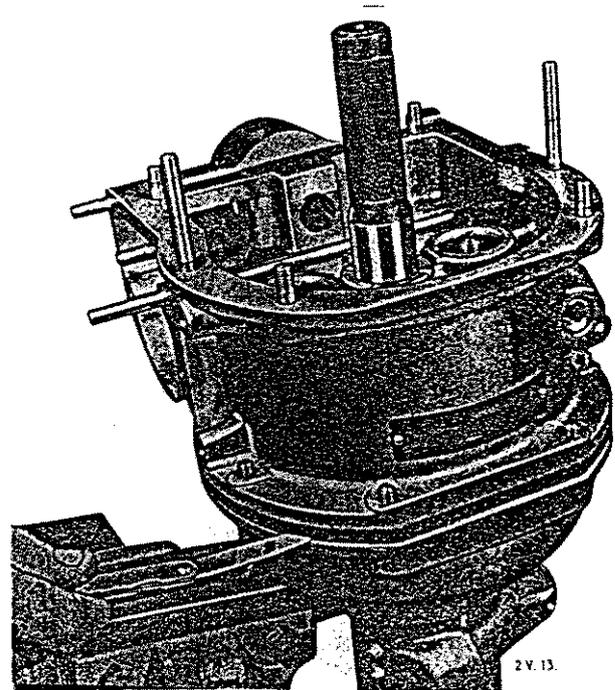

Abb. 20 Ausmessen des Sonnenrad-Axialspiels
Den Abstand zwischen den Flanschen des Bremsringes (83) und dem hinteren Gehäuse (39) wie auf Abb. 20 dargestellt ausmessen.